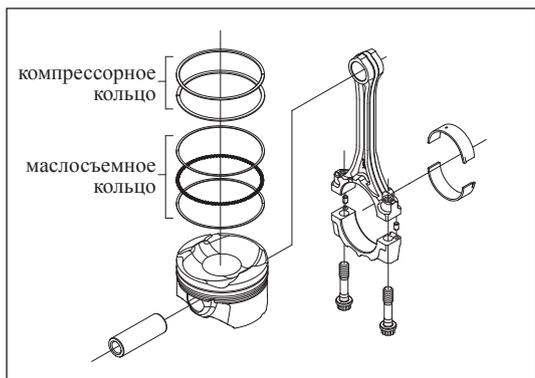

Рис. 13-2-3. Снятие поршневого кольца
- в) Снять верхний и нижний вкладыши шатуна, как изображено на рис. 13-2-3.
- (2) Снятие поршневых колец
- а) Снять верхнее и нижнее компрессорные кольца, как изображено на рис. 13-2-3.
- б) Снять маслосъемные кольца, как изображено на рис. 13-2-3.